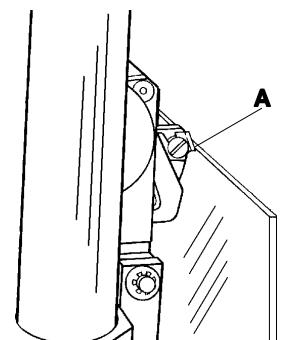

Figure 18
4. Grasp the **CUTTING HEAD** with your right hand and depress the **SHORT THUMB LEVER** with the right thumb. Raise the **CUTTING HEAD** and release the **SHORT THUMB LEVER** so the tip of the scoring blade rests on the surface of the plastic as close as possible to the upper edge. It should rest about 1/32" (1mm) from the top edge. See (A) **Figure 18**.
4. Mit der rechten Hand halten Sie den Griff des **Schneldekopfes** fest und drücken den **kurzen Hebel** mit dem rechten Daumen nieder. Heben Sie den **Schneldekopf** an und geben Sie den **kurzen Hebel** frei, wenn die Spitze der Anreißklinge, so nah wie möglich zur oberen Kante hin, auf der Oberfläche der Plasticscheibe liegt. Die Klinge sollte ca. 1 mm von der oberen Kante der Plasticscheibe angesetzt werden. Siehe (A), **Abbildung 18**.